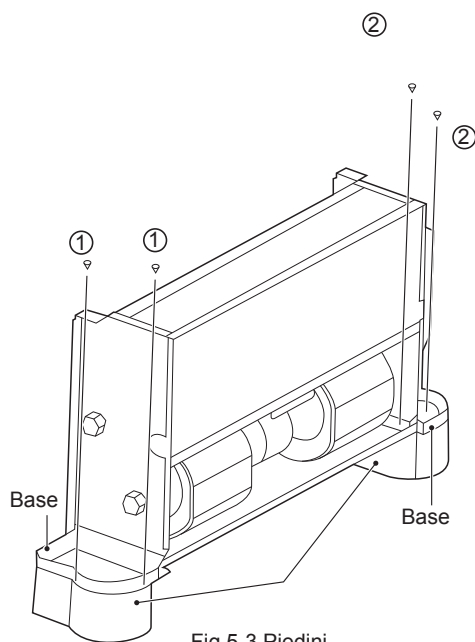

Fig 5-3 Piedini dimensioni > pag 23
I piedini mostrati nella Fig 5-3 sono facoltativi. È possibile acquistarli separatamente e installarli come segue.
2. Posizionare i fori di montaggio sulla base dell'unità nel perno di posizionamento del piede corrispondente e installare le viti (1)*2 e (2)*2 per fissare il piede secondo la Fig 5-3.